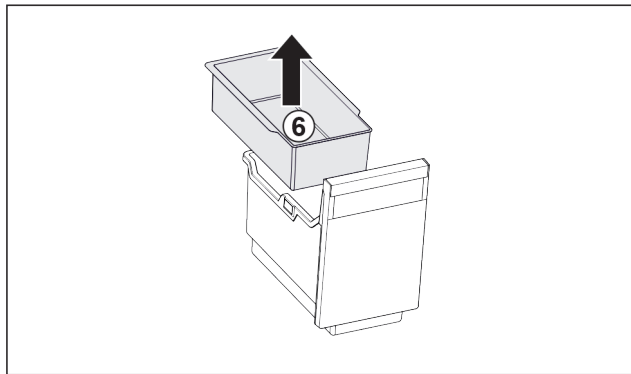

Fig. 124
- ▶ Ta ut det hängande facket Fig. 124 (6).